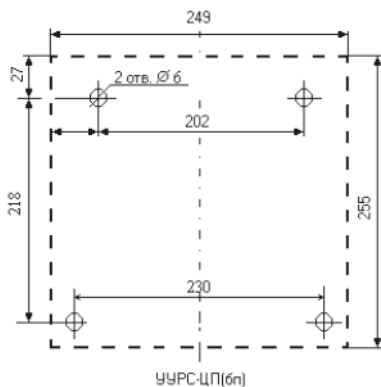

Рис. 4. Порядок разметки для крепления приборов
7.2 Осуществить монтаж прибора на стене или другой несущей поверхности шурупами  $\varnothing 4\text{ мм}$  для дюбеля  $\varnothing 6\text{ мм}$  так, чтобы нижний край прибора находился на расстоянии около 1,5 м от пола. Разметка для установки прибора приведена на рис. 4.